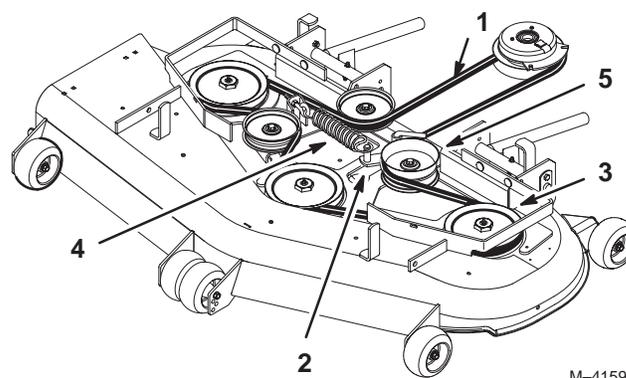

Figure 54
4. Déposez la courroie. Commencez à la poulie extérieure et tournez la courroie pour la déposer (Fig. 54).
7. Remettez la poulie de tension en place et installez la courroie sur les autres poulies (Fig. 54).